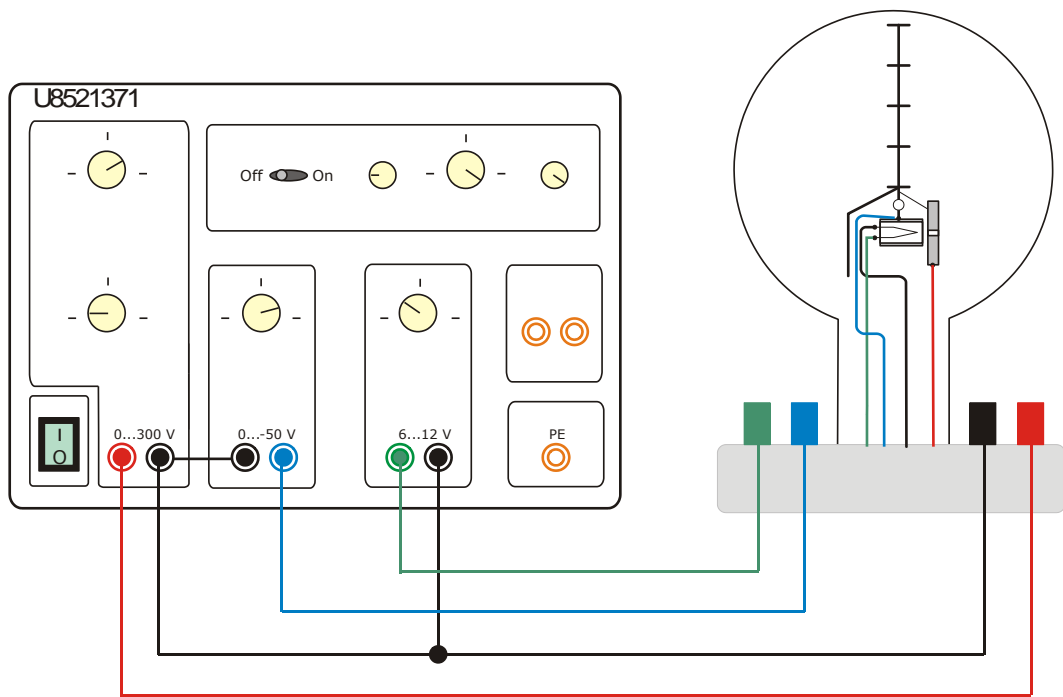

Fig. 1 Collegamento del tubo a fascio elettronico all'alimentatore CC 300 V
- Cablare il tubo come indicato nella fig. 1.